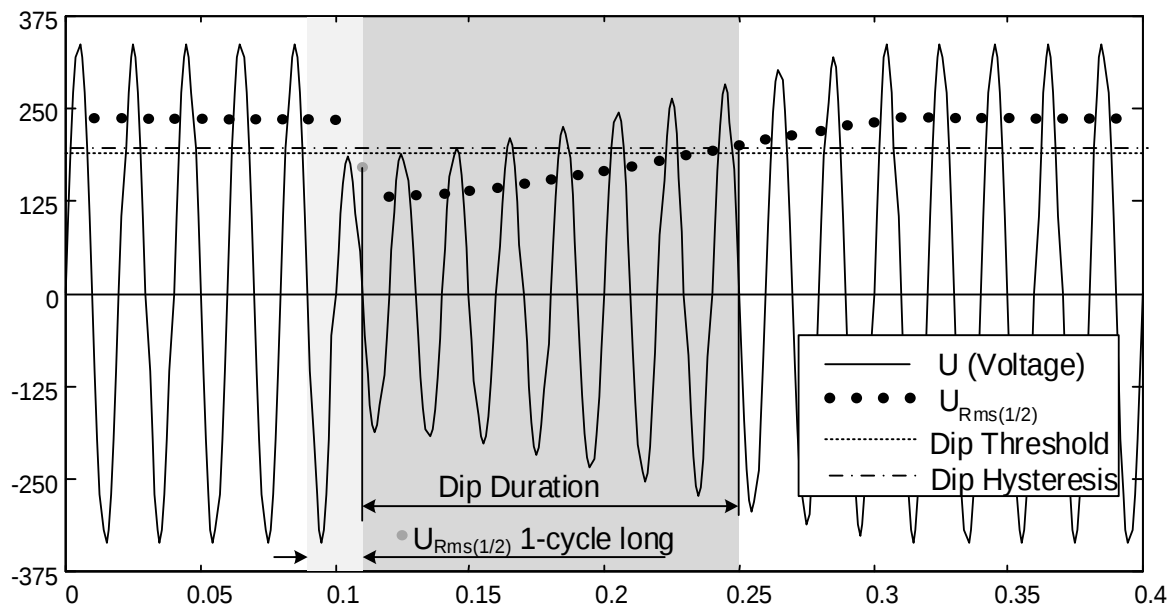
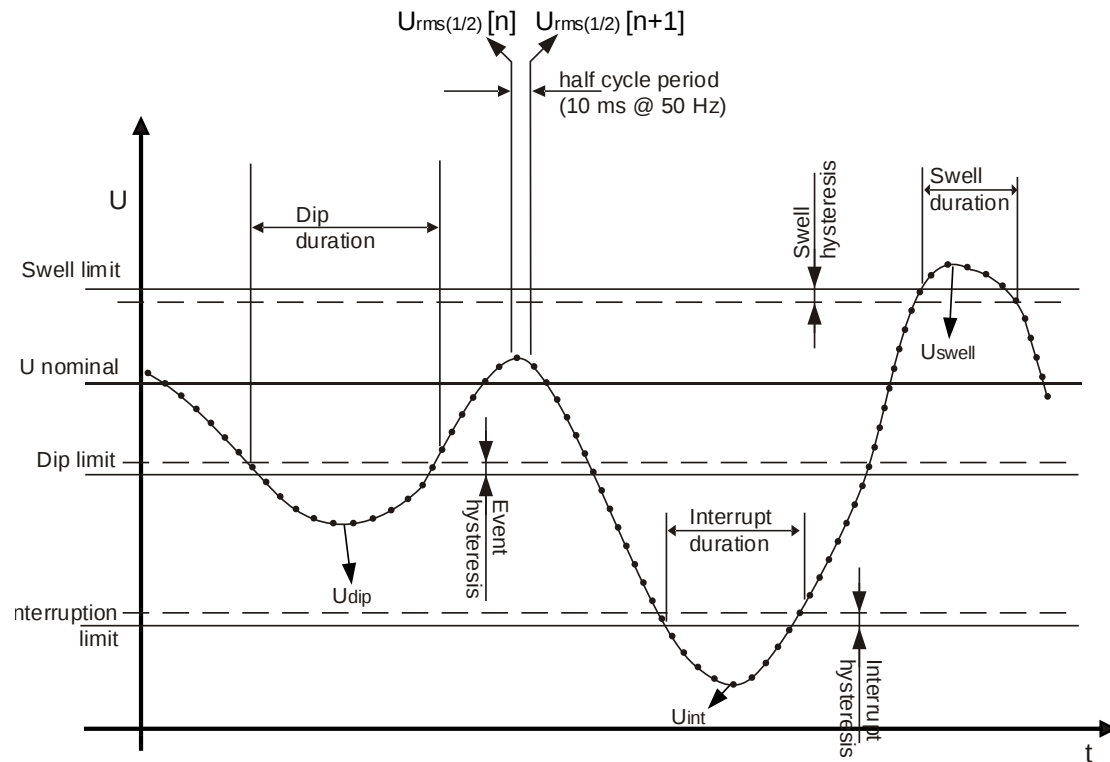

Abbildung 5.9: $U_{Rms(1/2)}$ 1-Zyklus Messung
Abbildung 5.10: Definition der Spannungsereignisse
- Auf Einphasensystemen (Anschlussart: 1W), ein Spannungseinbruch, wenn die Spannung $U_{Rms(1/2)}$ unter den Schwellenwert für den Spannungseinbruch fällt und endet, wenn die $U_{Rms(1/2)}$ -Spannung gleich oder größer als der Schwellenwert für den Spannungseinbruch plus der Hysterese Spannung ist (siehe *Abbildung 5.10: und Abbildung 5.9*).
- Auf Einphasensystemen (Anschlussart: 1W), ein Spannungsüberhöhung beginnt, wenn die Spannung $U_{Rms(1/2)}$ über den Schwellenwert für die Spannungsüberhöhung steigt und endet, wenn die $U_{Rms(1/2)}$ -Spannung gleich oder unter den Schwellenwert für den Spannungserhöhung plus der Hysterese Spannung fällt (siehe Abbildung 5.10: und Abbildung 5.9).
- Bei Einphasensystemen (1W), beginnt eine Spannungsunterbrechung, wenn die Spannung $U_{Rms(1/2)}$ unter den Schwellenwert für die Spannungsunterbrechung fällt und endet, wenn die $U_{Rms(1/2)}$ -Spannung gleich oder größer als der Schwellenwert für die Spannungsunterbrechung plus der Hysterese Spannung ist (siehe *Abbildung 5.10: und Abbildung 5.9*).